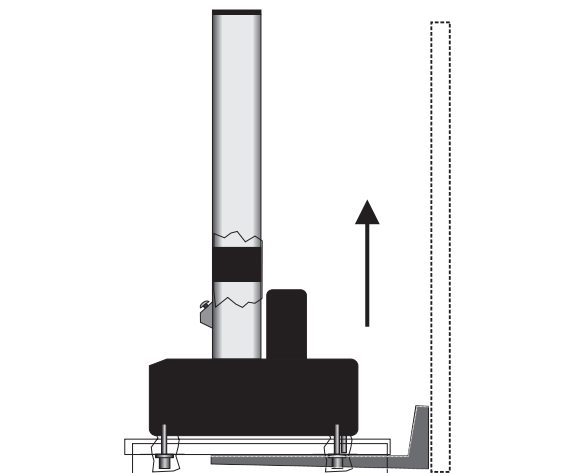

图 12. 使用装运垫板提起机架
2. 小心地在装运垫板下面插入铲叉，如第 58 页图 12 中所示。